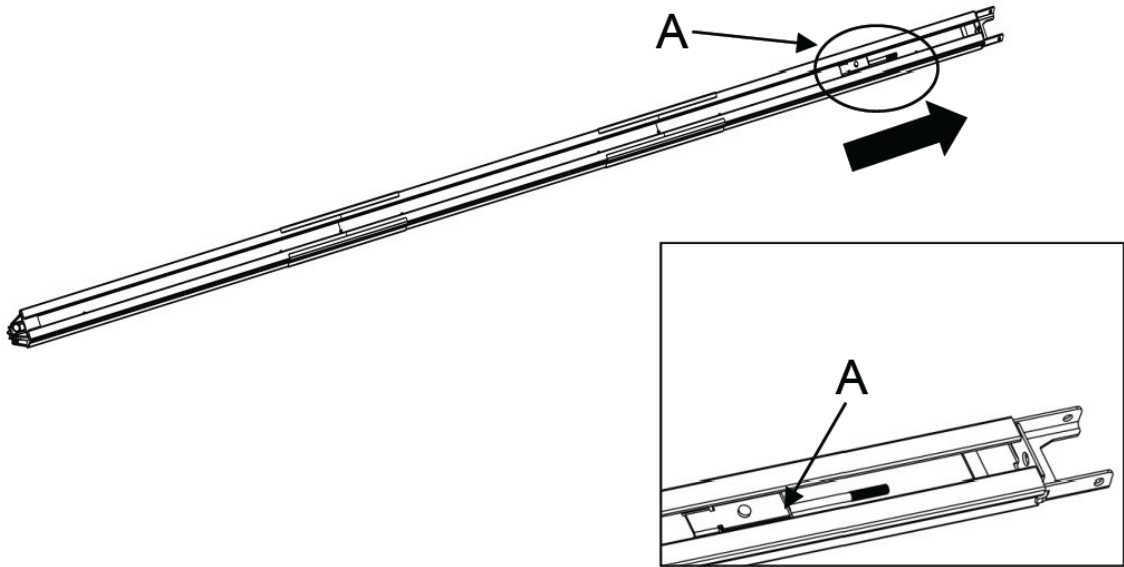

FIG. 7
- Come illustrato nella Fig. 7, tirare l'asta filettata "A" insieme alla catena interna fino all'estremità della rotaia superiore.